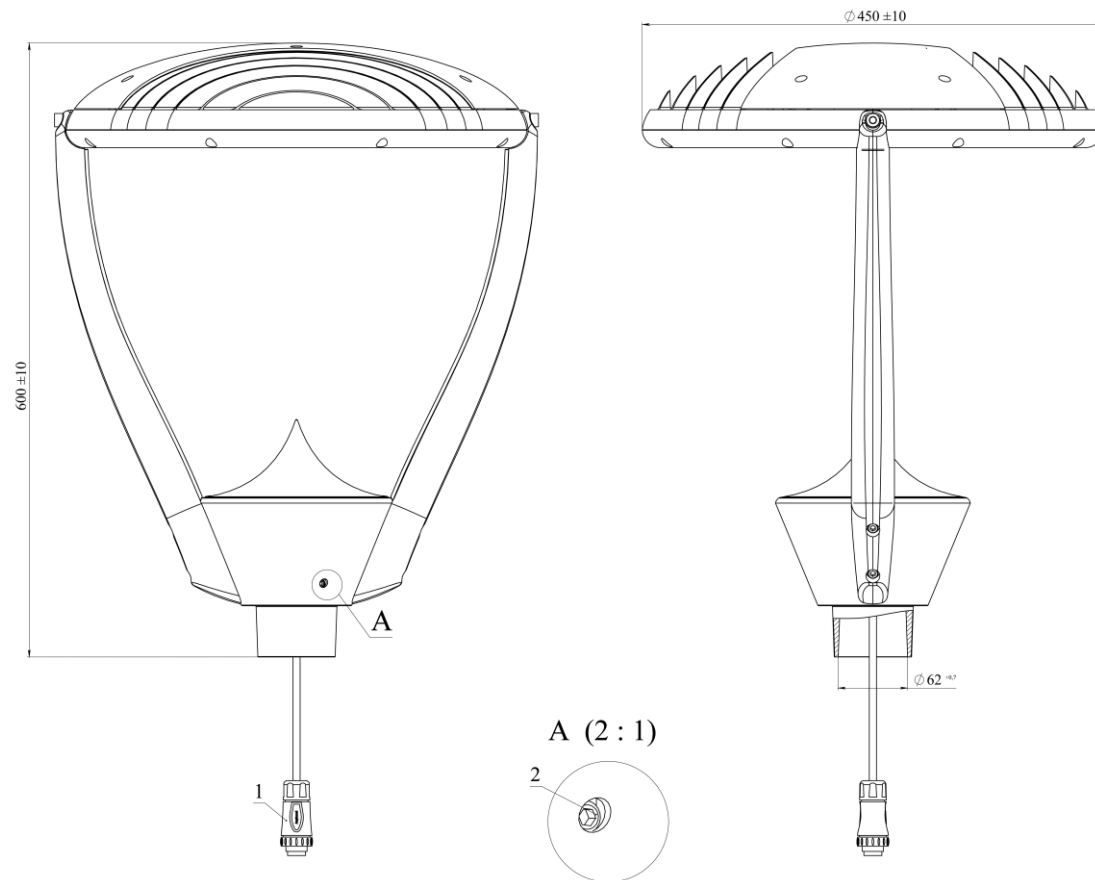

Рисунок 1
2.1 Торшерные светильники серии GALAD Факел LED (Рисунок 1) со светодиодными модулями предназначены для функционально-декоративного освещения парков, скверов, бульваров, зон отдыха, территорий микрорайонов, коттеджных посёлков.
5.2 Соединить разъем светильника (поз.1) Рисунок 1 с ответным разъемом, установленным на питающий кабель.
5.3 Ослабить установочные винты (поз.2) Рисунок 1 таким образом, чтобы концы установочных винтов были заподлицо с внутренней поверхностью основания светильника (**Запрещается выворачивать полностью установочные винты**), установить светильник на трубу Ø50...60мм, затянуть установочные винты (поз.2) с усилием 5...8Н·м.